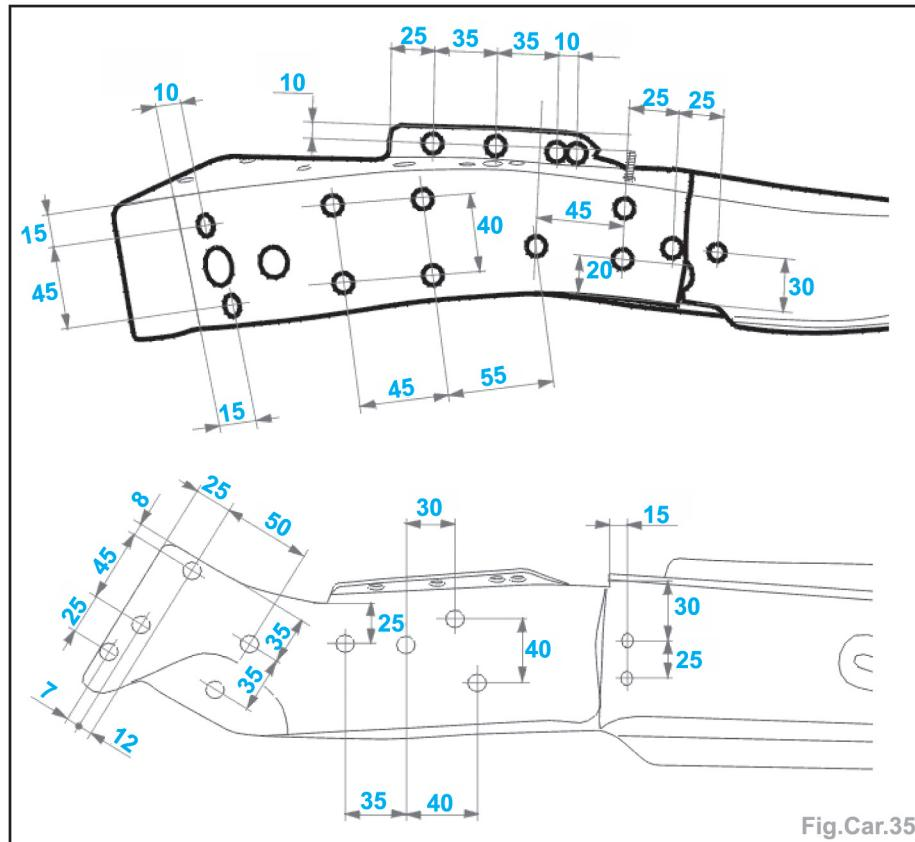

Fig.Car.35
- Tracer puis percer au Ø 8 mm pour soudage ultérieur par points bouchons (Fig.Car.35).